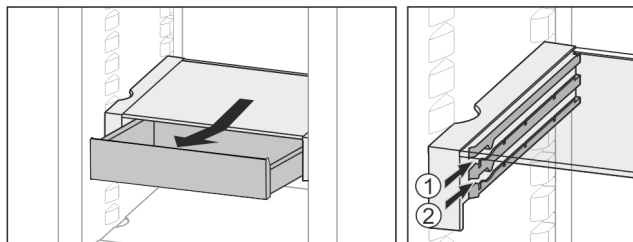

Fig. 26
- ▶ Zasuňte v libovolné výšce Fig. 26 (1) nebo Fig. 26 (2).